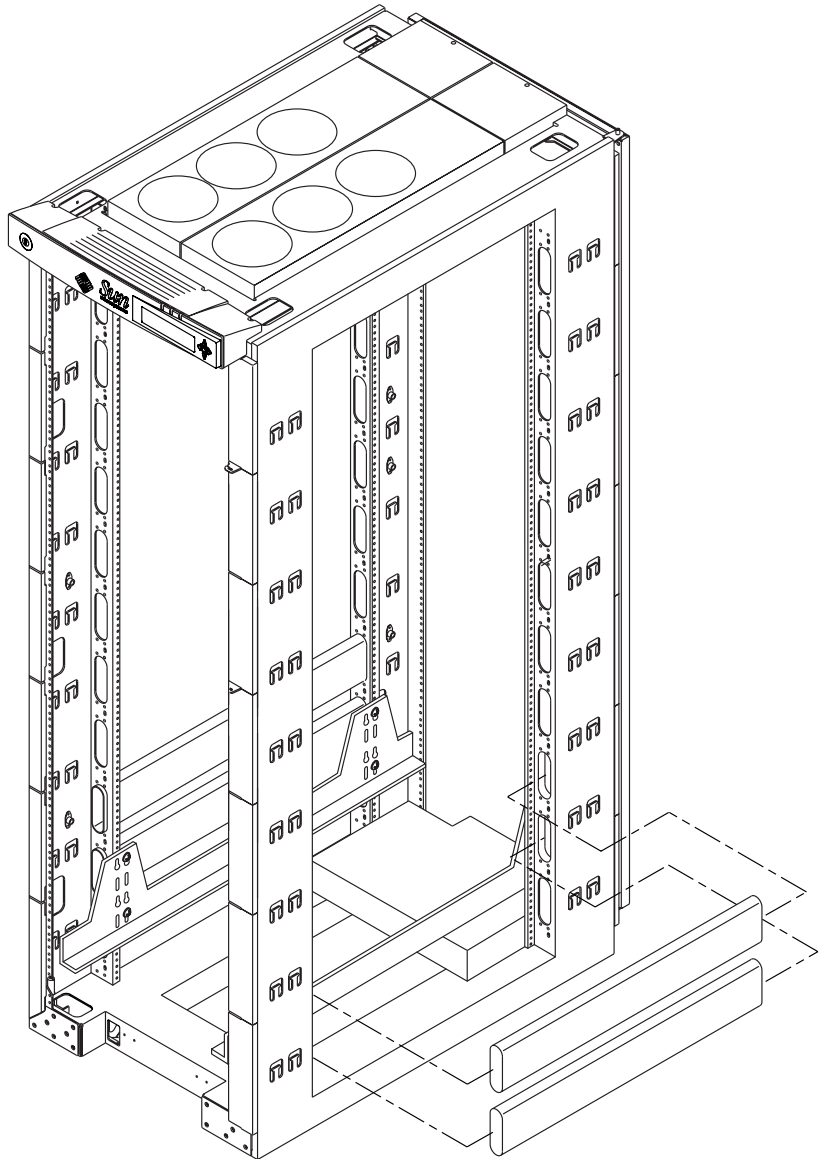

FIGURE 3-3 Installation des dispositifs de passage des câbles
2. Insérez le dispositif de passage des câbles dans un angle et faites-le correspondre à la perforation en anneau appropriée située à l'*arrière* de l'armoire (FIGURE 3-3).